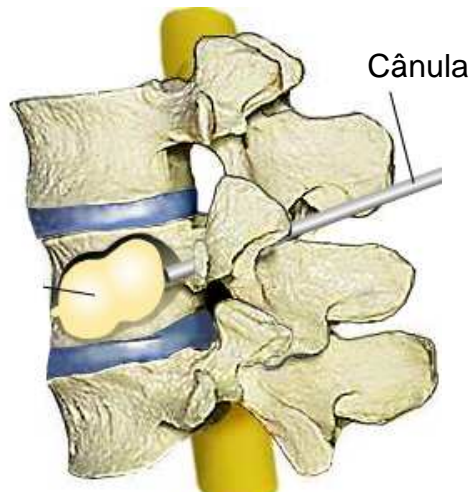

Figura 8: Insuflação do balão dentro do corpo vertebral.
- 4- Cuidadosamente, o cirurgião deve insuflar o balão. À medida que o balão infla, há a elevação da fratura, restaurando sua posição normal. Além disto, quando o balão infla, ele também compacta a parte mole da vértebra, criando uma cavidade dentro do corpo vertebral (figura 8).